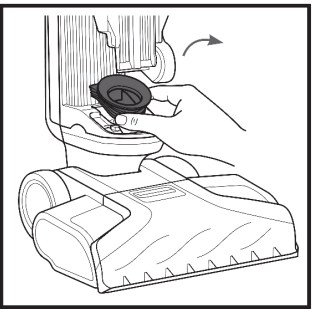

fig. 7
- 3. Remove seal (**fig. 7**).